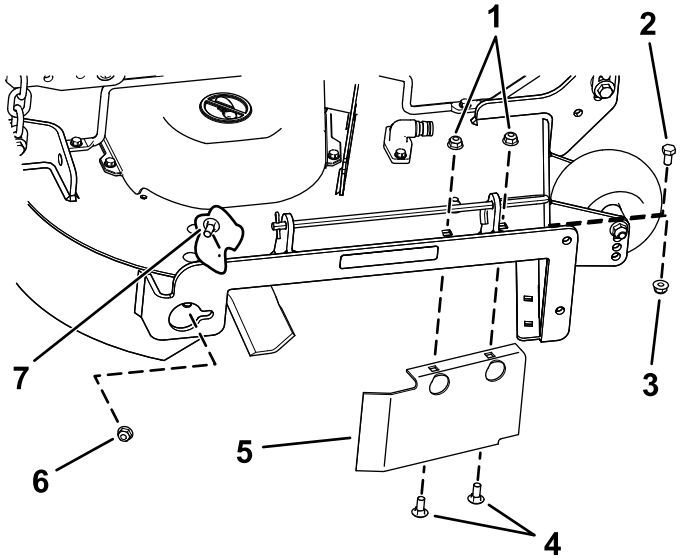

Figura 36
8. Remova o parafuso de carroçaria (5/16 pol. x 3/4 pol.) e porca de bloqueio (5/16 pol.) na parede lateral da plataforma do cortador que prende o abafador à plataforma (Figura 36).
9. Localize o resguardo do abafador na extremidade frontal da abertura de descarga lateral (Figura 36).
10. Remova as fixações que prendem o resguardo do abafador e abafador direito à plataforma do cortador (Figura 36).